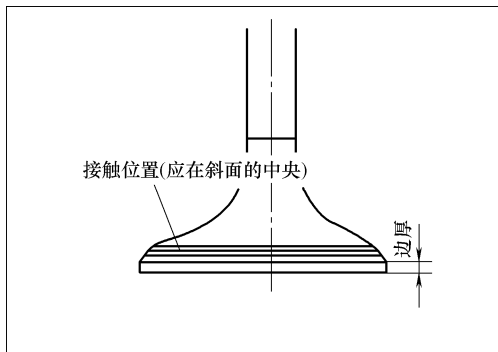

图 2-78 检查气门工作面
① 如图 2-78 所示,检查气门工作面是否正确接触。若接触不正确,应研磨气门。气门座接触面必须与气门工作面中心一致。